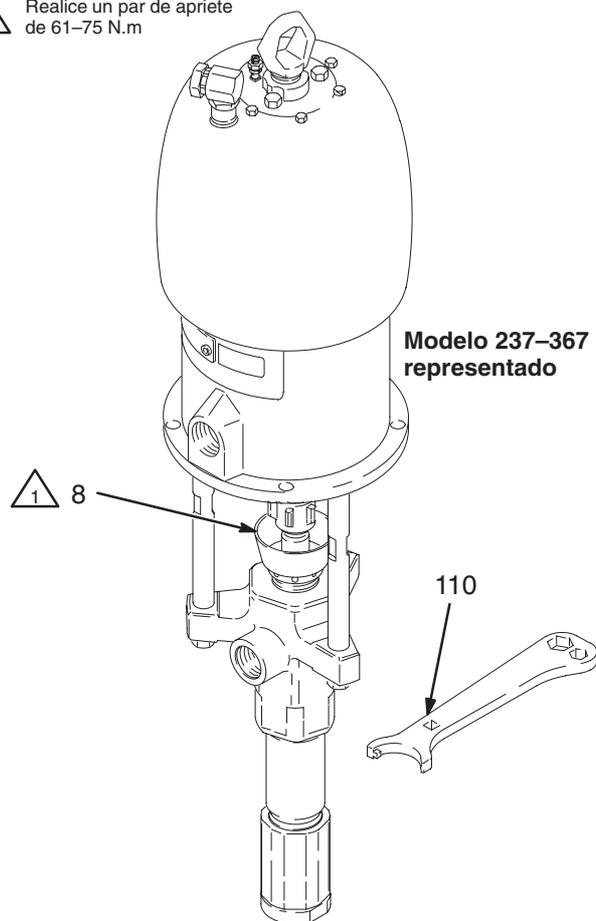

Fig. 3
Antes de comenzar, llene la tuerca prensaestopas (8) hasta 1/3 de su capacidad con Líquido de Sellado (TSL) o un disolvente compatible. Vea la Fig. 3.